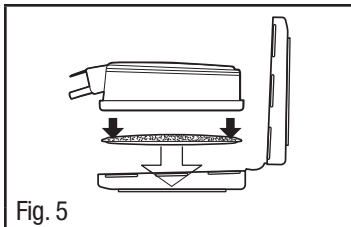

Fig. 5
1. Oriente un filtro hacia la mitad más grande del retenedor para que la forma del filtro se alinee con la forma de retenedor del filtro. Asegúrese de que el lado impreso del filtro esté hacia abajo (Fig. 5).